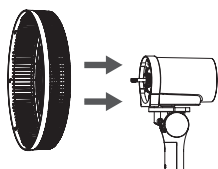

Рис. 4
- Наденьте заднюю решетку на вал вентилятора (рис. 4).